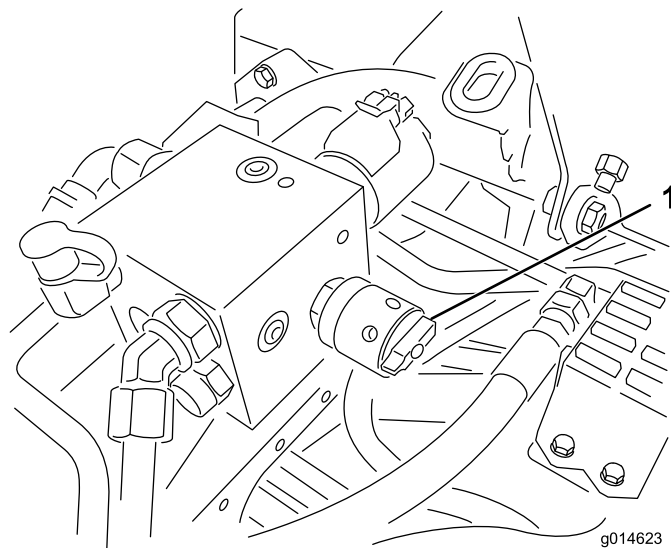

Figura 39
4. Para establecer la velocidad de los molinetes, gire el pomo (Figura 39) hasta que las flechas apunten al número que indique el ajuste deseado.